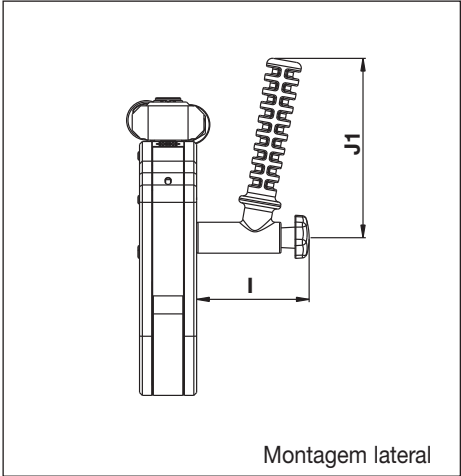

Fig. 25
6.1.3 Dimensões, Manípulo Curvado de Posicionamento Série SWH (fig. 25)